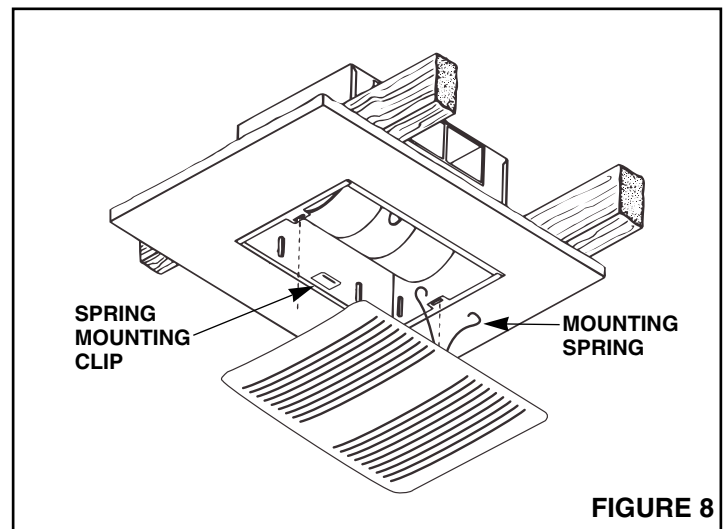

FIGURE 8
1. Refer to Figure 8. Compress grille mounting springs and insert into slots in the housing.
1. Voir Figure 8. Comprimer les ressorts de montage de la grille et les insérer dans les fentes du boîtier.